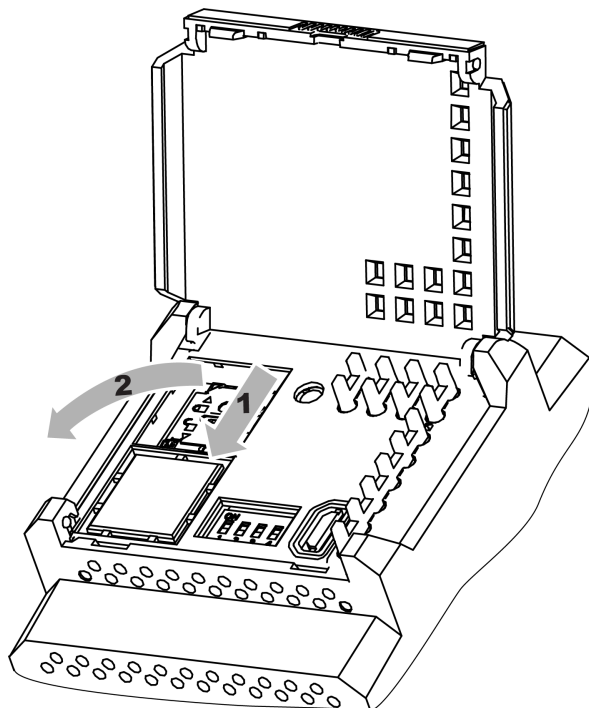

Рисунок 6.2 – Открытие рамки слота SIM-карты
2. Сдвинуть рамку разъема SIM-карты по стрелке  (см. рисунок 6.2, стрелка 1). Опустить рамку (стрелка 2).